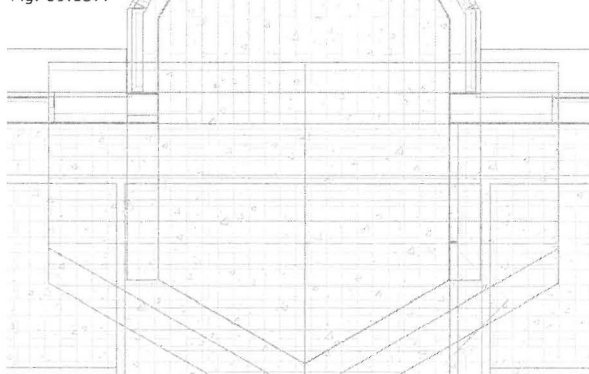

Fig. 09.139. Rediger linierne til at se ud som her.
- Rediger nu tagets linier, ved hjælp af *Line* værktøjet, *Split* (Fig. 09.138) og *Trim*, så linierne igen bliver en lukket enhed, fx. som på Fig. 09.139. og der skal ikke være hældning på nogle af de nye linier.